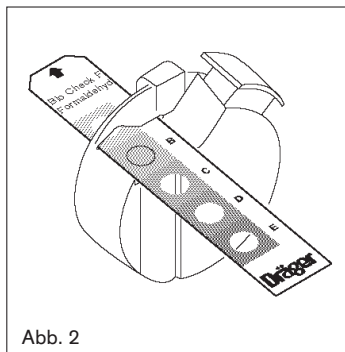

Abb. 2
- Farb-Code durch den Schlitz schieben (Abb. 2), Farbintensität des Indikators mit den Intensitätsstufen am Farb-Code vergleichen. Farbwert gleicher Farbintensität ermitteln.